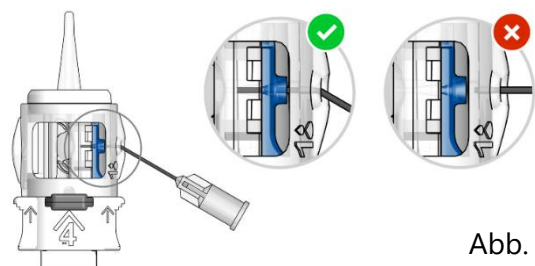

Abb. 1
3. Führen Sie die Kanüle (23-27G) einer mit viskoelastischem Material gefüllten Spritze vollständig in die mit '1' gekennzeichnete kleine Öffnung (Abb. 1) ein, bis sie vollständig in den blauen Trichter eingeführt ist. Halten Sie einen leichten Druck auf die Kanülenspitze aufrecht, während Sie die viskoelastische Lösung durch die Öffnung injizieren. Die eingespritzte Menge an Visko ist ausreichend, sobald die IOL-Optik von der viskoelastischen Lösung vollständig bedeckt ist